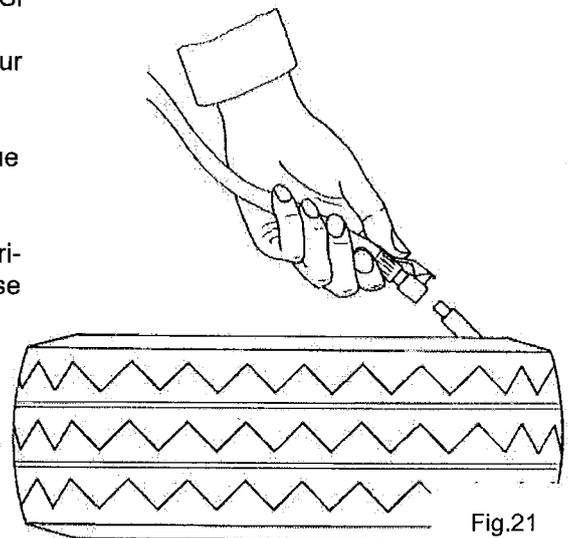

Fig.21
- Brancher le manomètre à la valve du pneu (Fig.21).